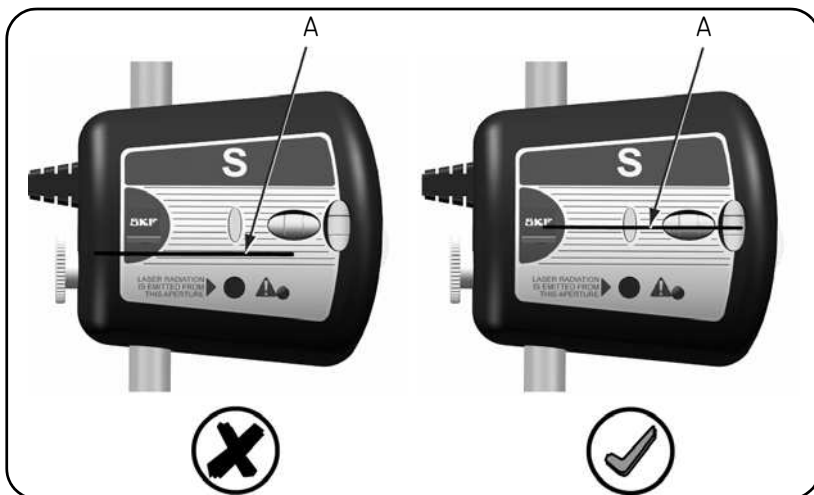

Fig. 11. Atteindre la cible
- b) Diriger les rayons laser de telle manière qu'ils atteignent le milieu de la cible de l'appareil de mesure opposé (fig. 11).